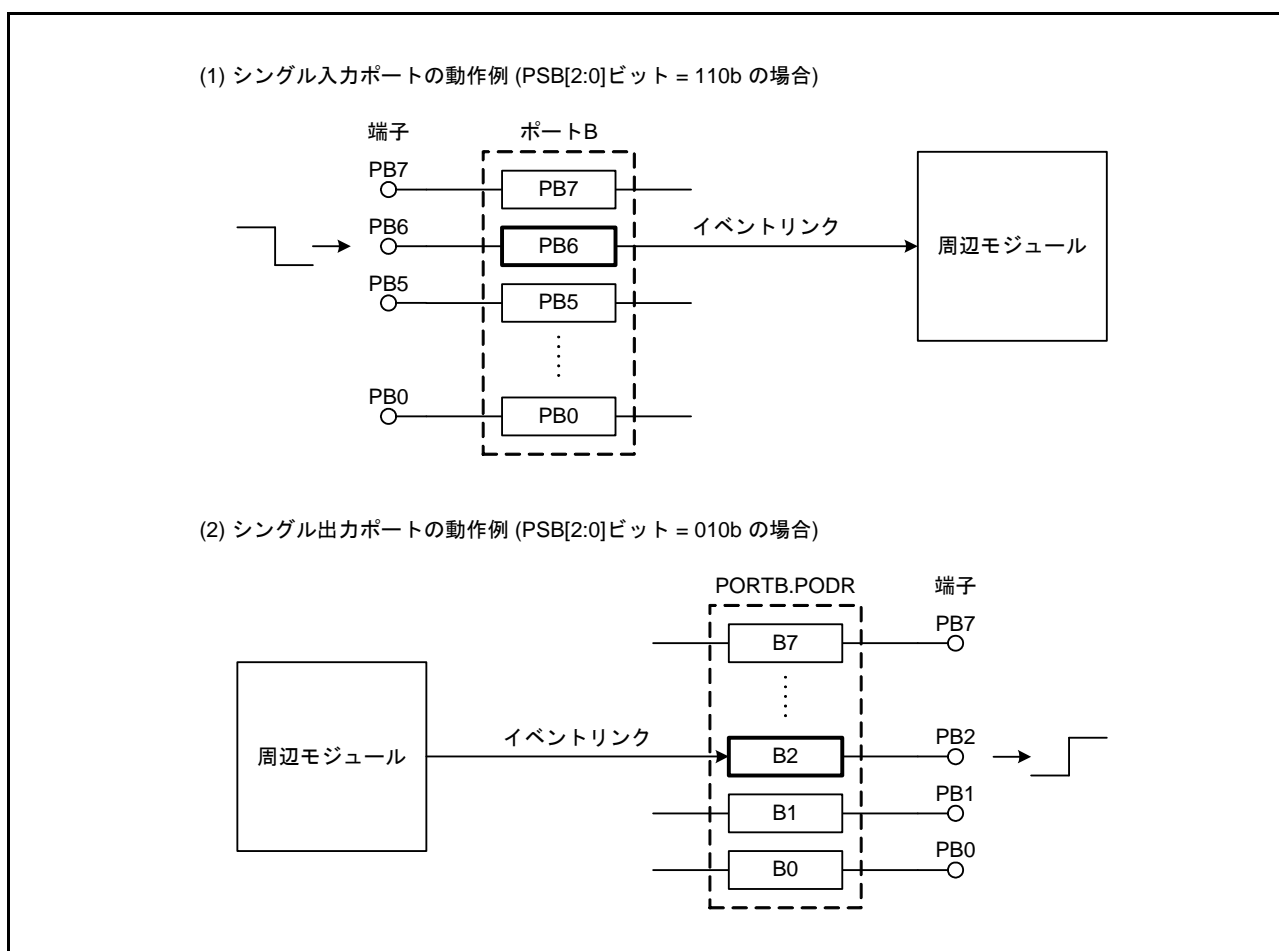

図 20.3 シングルポートのイベントリンク動作 (ポート B の場合)
(2) シングル入力ポートでのイベント発生
入力に設定されているシングルポートは、対応する端子への入力信号が変化するとイベント信号を出力します。イベント発生条件は、PEL_m.PSM[1:0]ビット (m = 0 ~ 3) で設定します。図 20.3 (1) にシングルポートのイベントリンク動作を示します。
(3) シングル出力ポートへのイベント信号入力
出力に設定されているシングルポートにイベント信号が入力されると、対応する端子のレベル (PODRレジスタの値) が PEL_m.PSM[1:0]ビットで指定したとおりに変化します。図 20.3 (2) にシングルポートのイベントリンク動作を示します。